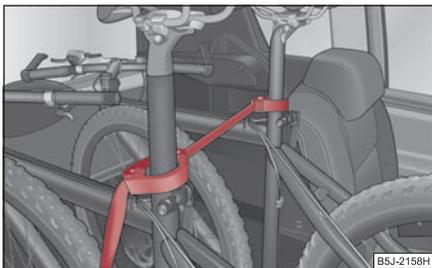

Abb. 93 Absicherung der Fahrräder mit Schellen
- Setzen Sie die Schelle mit dem Gummitteil nach vorn (in Fahrtrichtung) möglichst weit unten an die Sattelstange und schließen Sie die Schelle ⇒ Abb. 93.
- Beim Transport von zwei Fahrrädern spannen Sie das Band ⇒ Abb. 93 zwischen den Sattelstangen.